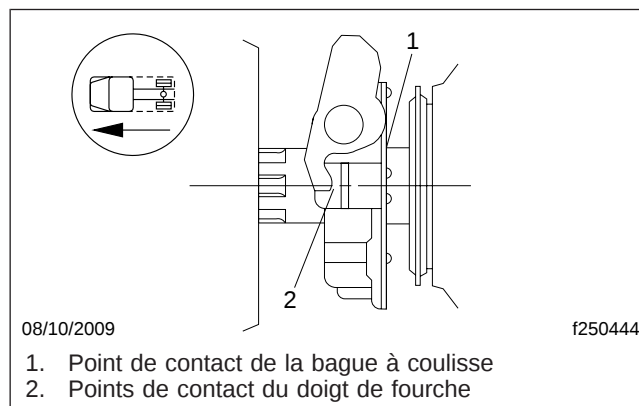

Fig. 3, Graissage des points de contact
4. Essuyez l'excès de graisse et appliquez-la sur les points de contact du doigt de fourche et de la bague à coulisse. Voir la figure 3.